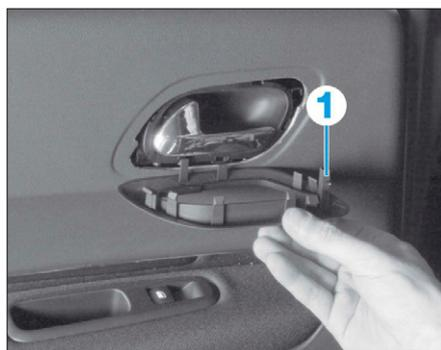

FIG. 44
- Dégrafer et déposer l'enjoliveur (1) (Fig.44).